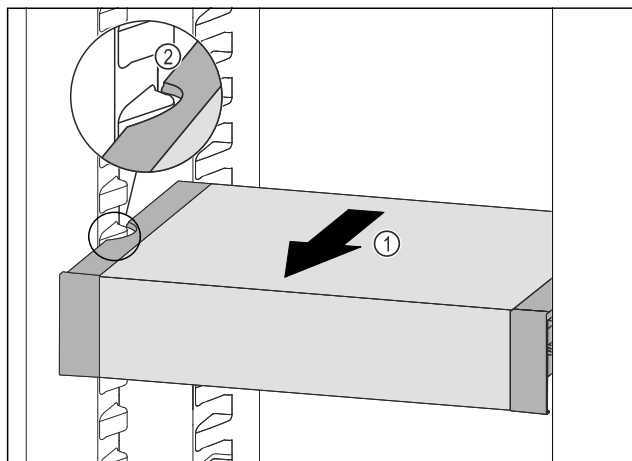

Fig. 222
- Ladicu VarioSafe vucite prema naprijed Fig. 222 (1) sve dok se bočni otvori ladice VarioSafe ne nađu na visini žlijeba spremnika u hladnjaku. Fig. 222 (2)